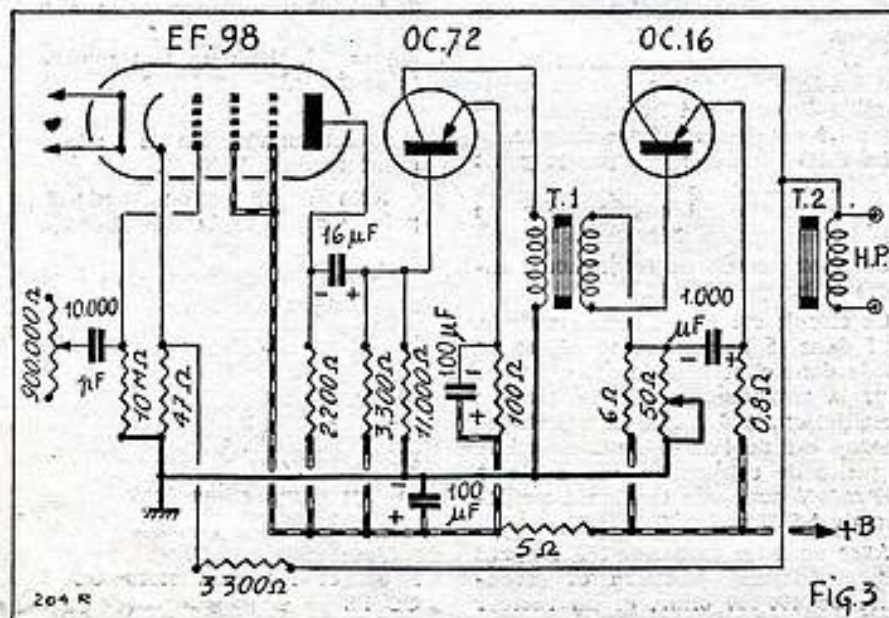

Fig.3
Les deux amplificateurs BF sont représentés sur les figures 3 et 4.
a) Cas d'une alimentation $B = 6$ V (fig. 3).
En raison de la plus grande amplification du tube EF98, on a supprimé l'étage à transistor OC72 qui existe sur le schéma 6 volts de la fig. 3.